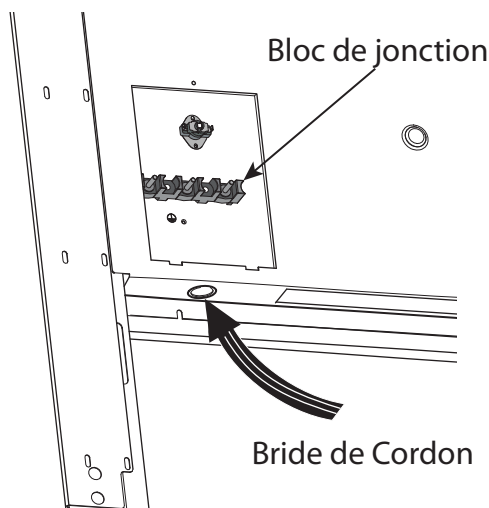

Figure 10 : Emplacement de la bride de cordon
Localisez le bloc de jonction à l'arrière de l'appareil et enlevez le couvercle (consultez la *Figure 10*). Le conduit doit être fixé à la boîte de connexion à l'aide d'un connecteur de conduit approuvé. L'extrémité libre du conduit de câbles doit être branchée à un bloc de jonction installé dans la zone d'alimentation électrique, comme illustré sur la *Figure 4 à la page 8*.
Installez une bride de cordon (non fourni) dans le trou de 1 po (25,4 mm) de diamètre situé sous le bloc de jonction (voir *Figure 10*). Le câblage de l'appareil doit être acheminé au bloc de jonction par le conduit et à travers la bride de cordon. Les extrémités des fils doivent être munies de cosses en boucle de $\frac{1}{4}$ po, préférablement soudées sur place. Faites les connexions au bloc de jonction fourni.
1. Repérez le bloc de jonction à l'arrière de l'appareil et enlevez le couvercle (voir la *Figure 10*).
3. Installez une bride de cordon (non fournie avec la cuisinière) dans le trou de 1 po (25,4 mm) de diamètre situé sous le bloc de jonction, dans le panneau arrière (voir *Figure 10*). Faites passer les fils par la bride de cordon.